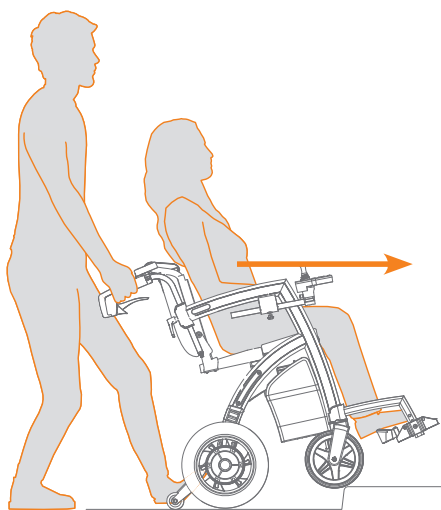

Abbildung 59: Hochfahren einer Bordsteinkante.
- Wenn die Vorderräder auf der Bordsteinkante sind, schieben Sie den Rollstuhl weiter vorwärts, sodass auch die Hinterräder auf die Bordsteinkante kommen (**Abbildung 59**).